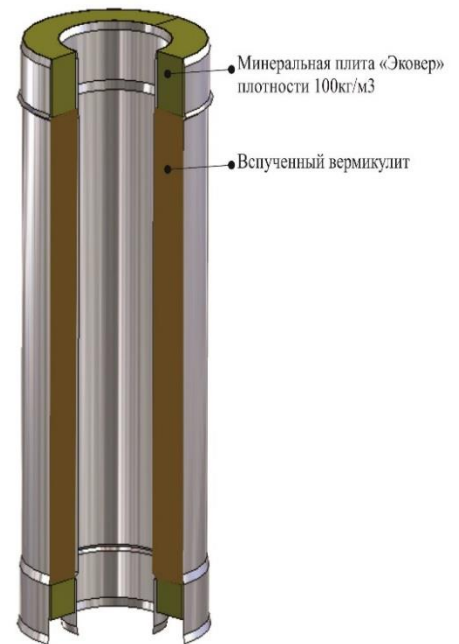

Рис.1. Первая группа элементов дымохода (сэндвич – труба)
• Первая группа ЭД - двухконтурные трубы или сэндвич-трубы (Рис.1.), представляющие собой конструкцию, состоящую из двух труб различного диаметра (внешней и внутренней), диаметром от 80x160 мм до 1000x1200 мм, изолированных между собой негорючим теплоизоляционным материалом – «вермикулит вспученный» марки М150. Данный вид теплоизоляции является негорючим и обладает высоким термическим сопротивлением, позволяя выдерживать температуру от 900*С до 1100*С. Благодаря такой конструкции обеспечивается быстрый нагрев внутренней трубы. Это позволяет в короткий, после начала работы, срок поднять температуру в дымоходе выше «точки росы». В свою очередь это в несколько раз уменьшает образование конденсата с сернистыми соединениями, ускоряющими коррозию металла. Сэндвич-трубы выпускаемые ООО «УМК» имеют толщину теплоизоляции от 30 мм. и более. ЭД первой группы предназначены для монтажа дымовых и вентиляционных каналов, проходящих через неотапливаемые помещения и чердаки, а также вне здания. Трубы второго контура, не имеющие контакта с пламенем и отходящими газами, изготавливаются из оцинкованной, либо нержавеющей стали толщиной от 0,5 до 2,0 мм.